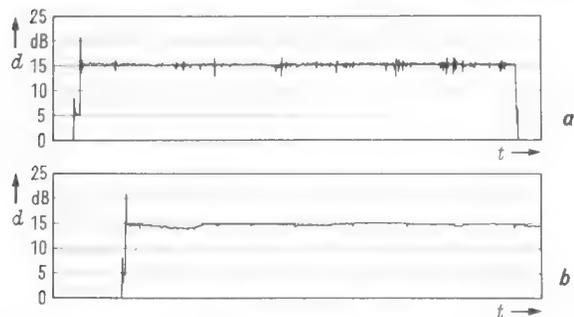

Bild 1. Amplitudenschwankungen. a = mit Kombikopf, b = mit getrenntem Aufnahme-Wiedergabekopf
Bei Bosch konstruierte man deshalb eine raffinierte, aber trotzdem sehr einfache Zeitautomatik hierfür. Jeder kennt die Gummisauger, wie sie z. B. zum Befestigen von Wandhaken in der Wohnung verwendet werden. Auf dem gleichen Prinzip beruht der Zeitschalter *Bild 1*. Er besteht aus einem innen polierten mit Glycerin gefüllten Gehäuse. Beim Eindrücken des Knopfes oben legt sich der Gummikegel flach an den Boden und saugt sich dort fest. Er würde praktisch sehr lange Zeit haften bleiben. Auf dem Boden ist jedoch nach *Bild 2* ein dünner Draht befestigt, der rechts und links einen feinen Kanal frei läßt. Durch diese beiden Kanäle fließt langsam Glycerin ein, so daß der unter Federdruck stehende Gummisauger sich an einer Stelle wieder etwas abhebt. Dadurch schießt ruckartig die Flüssigkeit nach. Die Dicke des Drahtes sowie die Konsistenz des Glycerins sind so aufeinander abgestimmt, daß der Stift in der Mitte nach etwa 50 Minuten ziemlich plötzlich hochschnellt.
*Bild 1.* Ansicht des Zeitautomatikschalters mit eingedrücktem Knopf. Durch eine Zweitaufnahme wurde das Bauelement nochmals mit herausgesprungenem Knopf aufgenommen. Man erkennt den Hub, den der Flansch dabei zum Betätigen des Schaltkontaktes macht
Schließlich zeigt Kurve a in Bild 1 die Amplitudenschwankungen, die bei einem häufig bespielten, älteren Band LGS 35/73620 mit einem Brüel & Kjaer-Pegelschreiber und einer aufgezeichneten Frequenz von 1 kHz bei hoher Schreibgeschwindigkeit registriert wurden. Zwar wird hierbei nichts über die Hörbarkeit dieser Amplitudenschwankungen ausgesagt, aber wenn man nur gelegentlich nach Arbeitsschluß Zugang zu derartigen Ausrüstungsgegenständen hat, ist es praktisch unmöglich, solche Messungen mit der letzten Exaktheit vorzunehmen. Für Vergleichsmessungen ist jedoch diese Methode durchaus brauchbar.
Nach einer entsprechenden Einlaufzeit wurden die angegebenen Messungen wiederholt. Kurve b in Bild 1 zeigt deutlich eine wesentliche Minderung der Amplitudenschwankungen, wobei besonders erwähnt werden muß, daß diese Verbesserung ohne Verwendung eines Andruckfilzes erreicht werden konnte. Natürlich darf man nun nicht glauben, daß verzogene oder stark gewellte Bänder wieder ohne Qualitätseinbuße abgespielt werden können. Die Verbesserung wirkt sich nur auf Fehlstellen im Band aus, die auch bei pfleglicher Behandlung oft nicht zu umgehen sind.